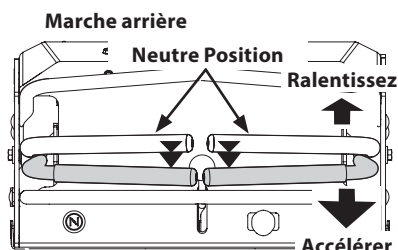

Figure 13
1. Déplacez lentement et uniformément les deux leviers de contrôle vers l'arrière. La tondeuse commence à se déplacer en marche arrière (Figure 13).